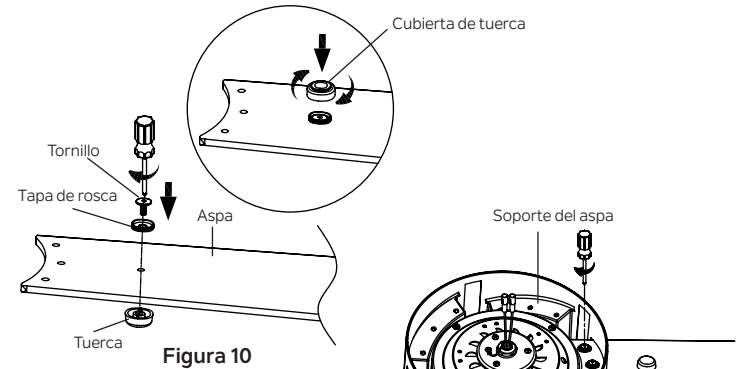

Figura 10
Paso 1. Coloque el tornillo, la tapa del tornillo y la tuerca en el asa como se muestra, apriete el asa con el tornillo. Luego, atornille la cubierta de la tuerca al tapón de rosca de forma segura. No apriete demasiado. (Figura 10)